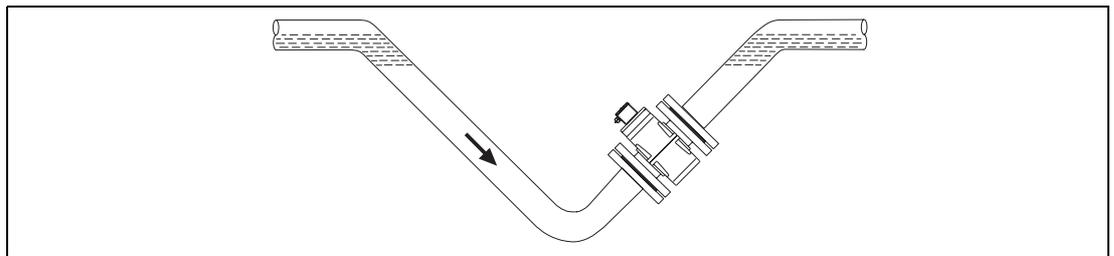

Fig. 8:
- Dans une sortie en flux libre, un syphon doit être utilisé afin d'assurer que la tuyauterie est toujours remplie de fluide (Fig.8)